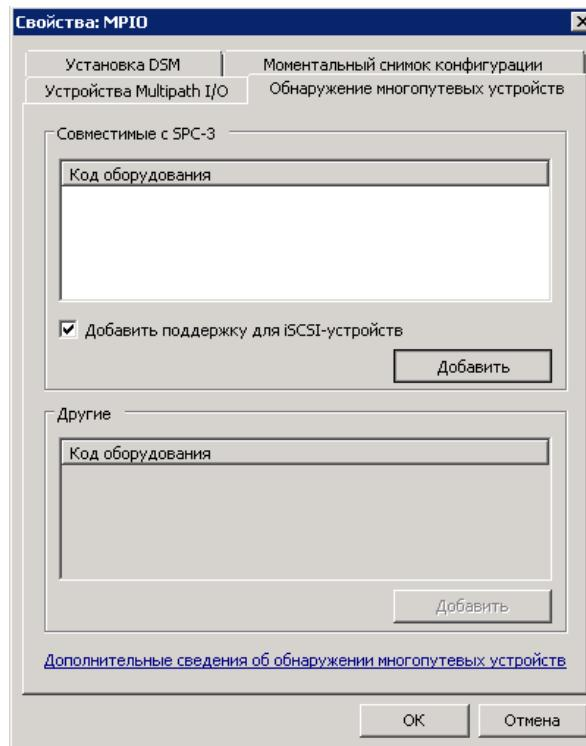

Рисунок 71 - Добавление устройств
- 2) На вкладке «Обнаружение многопутевых устройств» нажать кнопку «Добавить» (см. Рисунок 71). Система выдаст сообщение о необходимости перезагрузки системы. После перезагрузки в разделе «Управление дисками» панели «Управление компьютером» можно убедиться, что диск будет доступен по нескольким маршрутам.